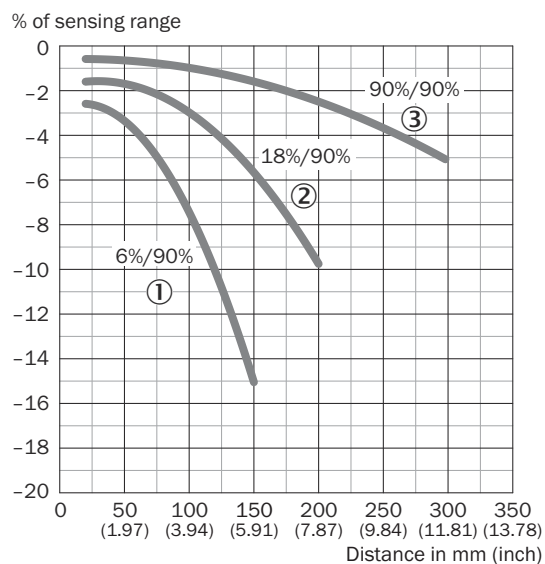

図 33: HTF18、検出距離の%
使用条件の確認：対応する図に従って、検出距離ならびに対象物または背景との間隔、そして対象物の反射率を調整します [図 33 を参照] ( $x$  = 検出距離、 $y$  = 設定した検出距離 (背景) と対象物間の移行距離を検出距離の%として示した値 (対象物反射率/背景反射率))。拡散反射率：6% = 黒 ①、18% = グレー ②、90% = 白 ③ (DIN 5033 に準拠した白を基準とした値)。
対象物を確実に検出するための最小距離 (=  $y$ ) は、図 [図 33①] に従って以下の通り求めることができます：